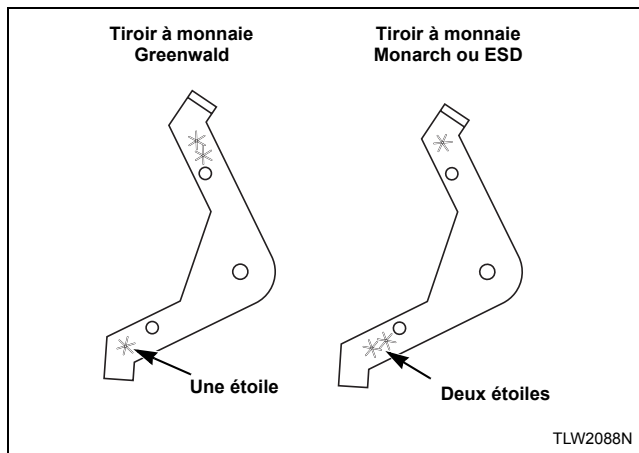

Figure 26
2. Pour installer un tiroir à monnaie de type Greenwald, placer le levier d'extension (à fixer sur l'équerre d'extension) la branche à une étoile vers le bas. Se reporter à la *Figure 26*.
3. Pour installer un tiroir à monnaie de type Monarch ou ESD, placer le levier d'extension la branche à deux étoiles vers le bas. Se reporter à la *Figure 26*.